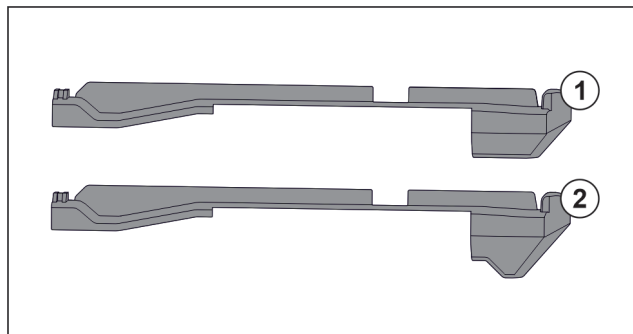

Fig. 78 Jämförelse mellan tillsatser
Det finns två olika tillsatser i skåpet. Tillsatsen över den nedersta utdragslådan Fig. 78 (2) har en trehörnig kant. Alla övriga tillsatser Fig. 78 (1) har en rak kant.
- ▶ Sätt fast tillsats Fig. 78 (2) med den trehörniga kanten över den nedersta utdragslådan.
- ▶ Sätt fast tillsats Fig. 78 (1) med den raka kanten på alla övriga platser.